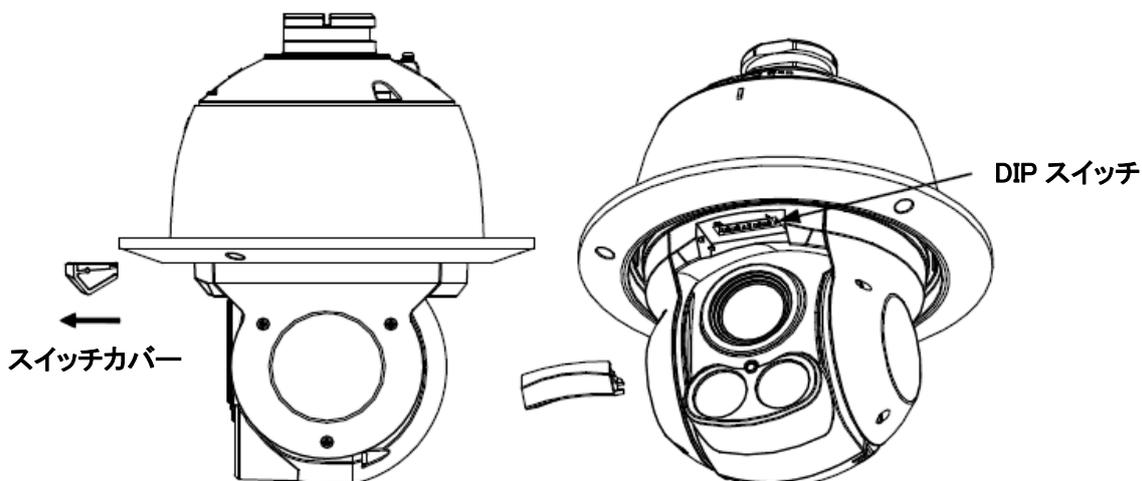

図 1-10 ミニ IR スピードドームの DIP スイッチ
1. 図 1-10 のようにスイッチカバーを取り外します(左)。